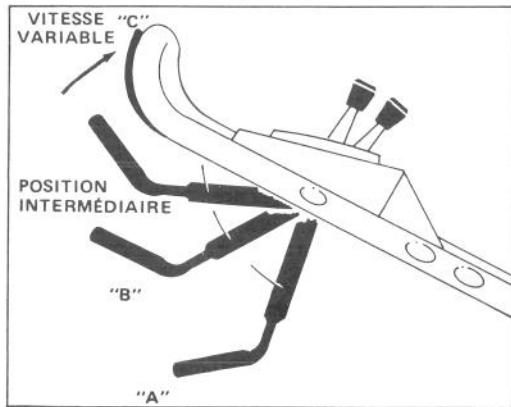

Figure 8
5. FONCTIONNEMENT DE LA LAME ET UTILISATION EN TRACTION (Fig. 8) – Positionnez la barre de commande en "A" et levez-la pour engager la lame "B". Placez le contrôle de vitesse au sol au réglage désiré et comprimez la barre de commande contre le mancheron "C" pour entraîner. La vitesse au sol varie en fonction de l'espace entre la barre de commande et la mancheron. Pour déembrayer la direction de traction, mais garder la lame engagée, relâchez graduellement la barre de commande jusqu'en position avec la lame désengagée, il suffit de comprimer la barre de commande contre le mancheron, afin d'éliminer tout jeu vers le bas nécessaire à l'engagement de la lame.